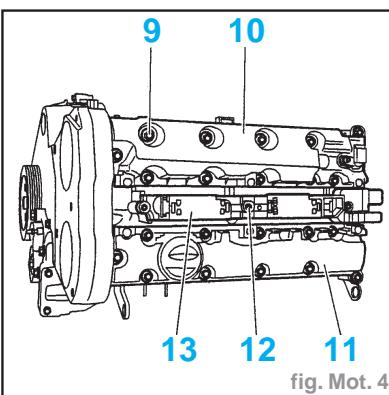

fig. Mot. 4
- Déposer (fig. Mot. 4) :
- les 22 vis (9)
- le couvre-culasse (10)
- le couvre-culasse (11)
- les 3 vis (12)
- la rampe de bobine d'allumage (13)